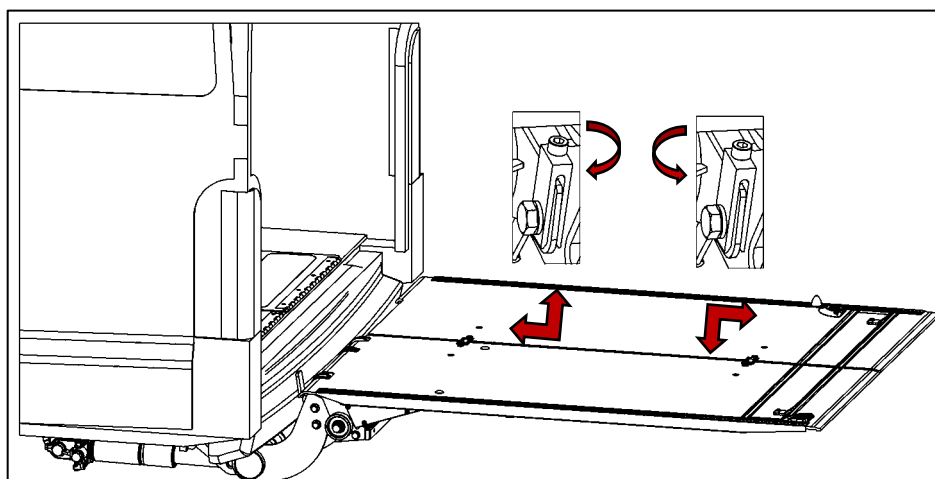

Abbildung 84
- Bei Rechtsdrehung der Stellschraube (Pos. 1) wird die Plattform auf der rechten Fahrzeugseite dichter zu dem Fahrzeugrahmen eingestellt. Die Plattform hebt sich dabei auf der rechten Fahrzeugseite etwas an (siehe Abbildung 84).
- Bei Linksdrehung der Stellschraube (Pos. 1) wird die Plattform auf der rechten Fahrzeugseite von dem Fahrzeugrahmen entfernter eingestellt. Die Plattform senkt sich dabei auf der rechten Fahrzeugseite etwas ab (siehe Abbildung 84).